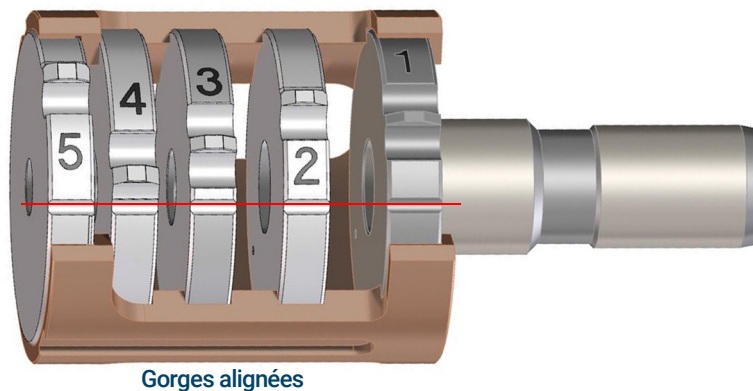

Figure 56. Ensemble lentilles de source EI HES assemblé
- 1 Monter les cinq lentilles à l'intérieur de l'isolant de lentille. (Voir **Figure 56**.) Le numéro de la lentille est gravé dans la circonférence externe de chaque lentille.